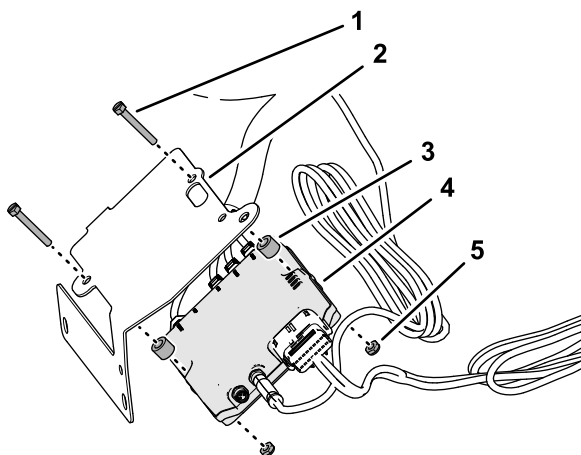

**Figura 87**
2. Retire el tornillo ( $\frac{1}{4}$ " x  $\frac{3}{4}$ ") y la tuerca con arandela prensada ( $\frac{1}{4}$ ") de la pestaña del bastidor de la máquina, como se muestra en la Figura 87.
3. Retire la grapa que sujeta el arnés de cables de la pestaña del bastidor de la máquina (Figura 87).